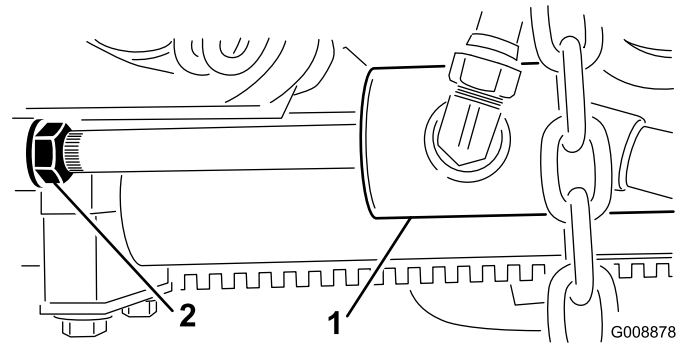

Bild 10
- B. Drehen Sie die Klemmmutter am Zylinder heraus (Bild 10).